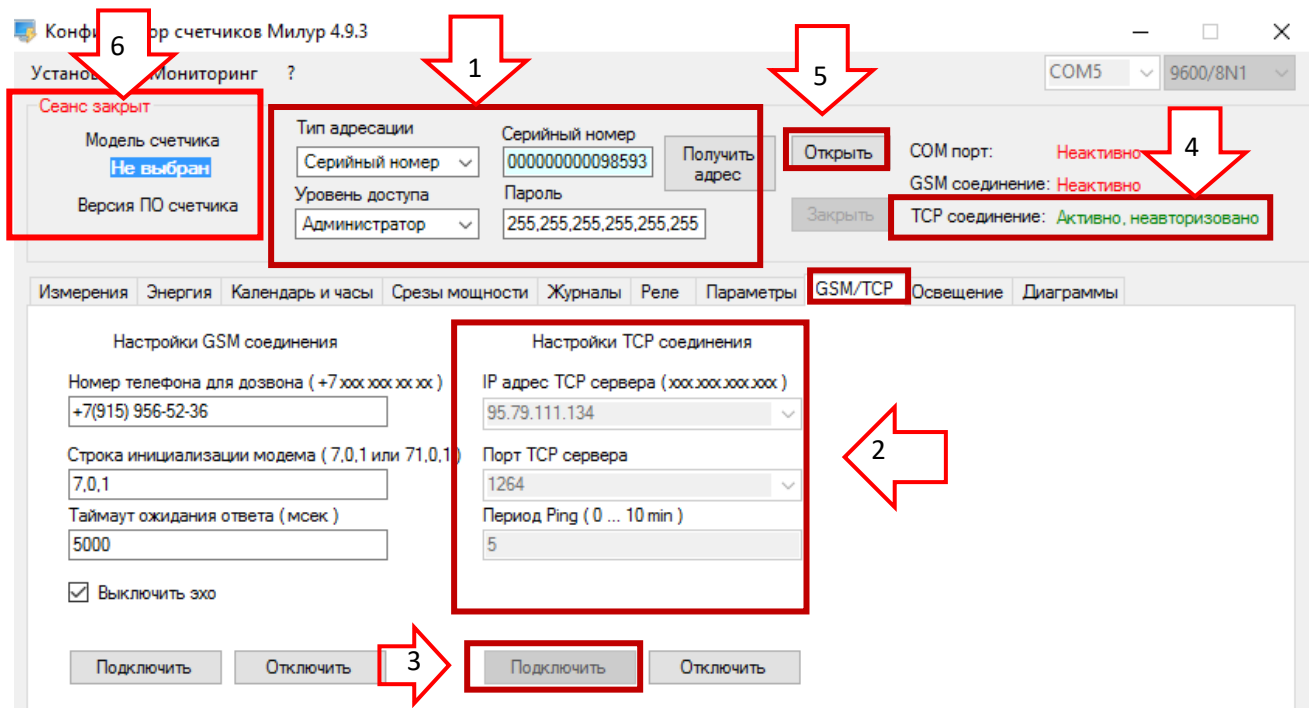

Рисунок 32 – Настройки TCP-соединения
- нажать кнопку «Получить адрес» (рисунок 32→1);
- на вкладке «GSM/TCP» ввести IP - адрес и IP - порт используемого TCP - сервера, которые были заданы в SMS-сообщении (рисунок 32→2);
- нажать кнопку «Подключить», находящуюся под настройкой TCP – соединения (рисунок 32→3);
- в верхнем меню сеанса связи Конфигуратора счетчиков Милур напротив TCP - соединения появится надпись: «Активно, неавторизовано» (рисунок 32→4);
- в верхнем меню сеанса связи Конфигуратора счетчиков Милур нажать кнопку «Открыть» (рисунок 32→5);
- на панели настроек конфигуратора отобразится надпись: «Сеанс открыт: администратор», считаются данные о модели счетчика и версии его ПО (рисунок 32→6);